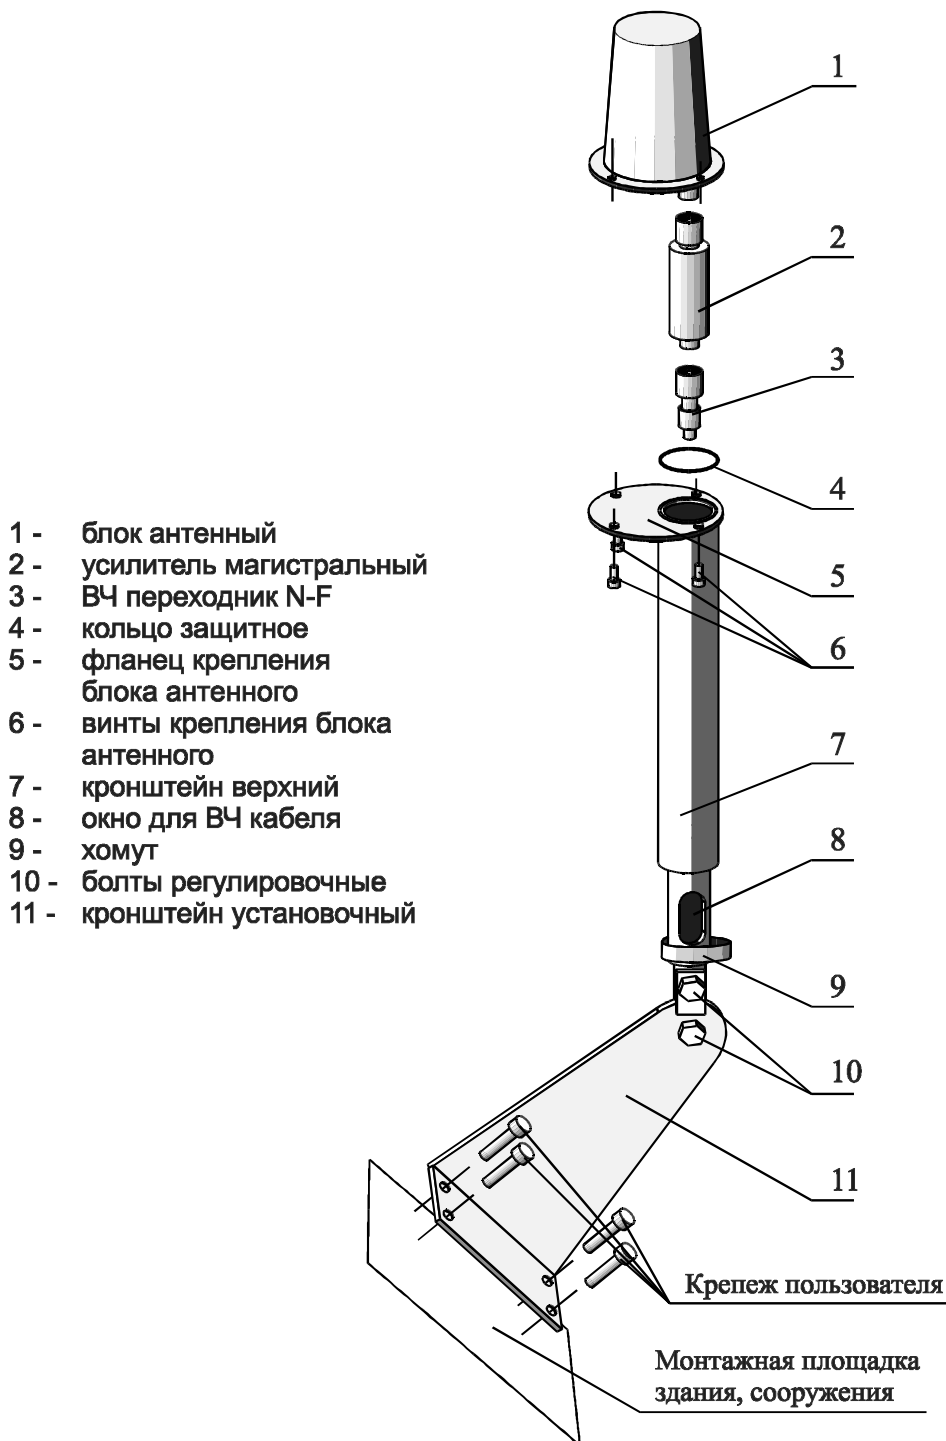

Рис. 4.1.
4.3 Надежно закрепите кронштейн установочный (см. рис. 4.1) опоры блока антенного на выбранном согласно требованиям пункта 3.2 настоящей инструкции месте. Ослабьте болты 10 и отрегулируйте положение верхнего кронштейна опоры 7, обеспечив горизонтальную ориентацию